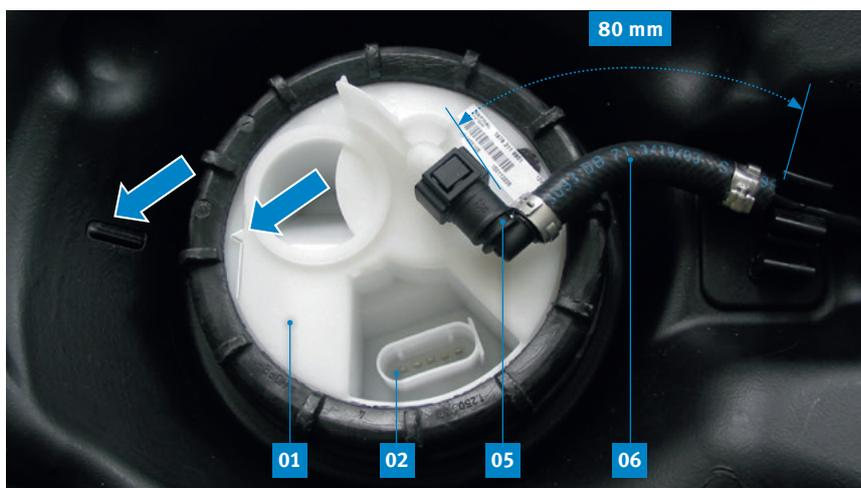

Fig. 5: Tapa de brida de la unidad de sensor del depósito
Instale el módulo de alimentación de combustible y la unidad de sensor del depósito en el depósito de modo que la flecha de la tapa de brida señale hacia la marca en el depósito (Fig. 5).
Al sustituir la unidad de sensor del depósito (1) el trozo de tubería (6) de la tubería de afluencia se tiene que recortar a aprox. 80 mm y se tiene que colocar el conector rápido de 90° suministrado (5) (Fig. 5).